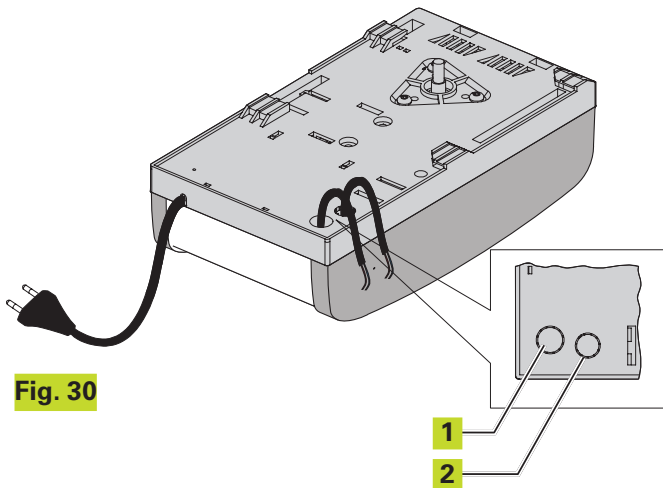

Fig. 30
- Pour la connexion des commandes externes, des sécurités et des signalisations, défoncer la pré-cassure (Fig. 30 réf. ①).
- Pour la connexion du bord de sécurité, (voir par. 18.3), défoncer la pré-cassure (Fig. 30 réf. ②)